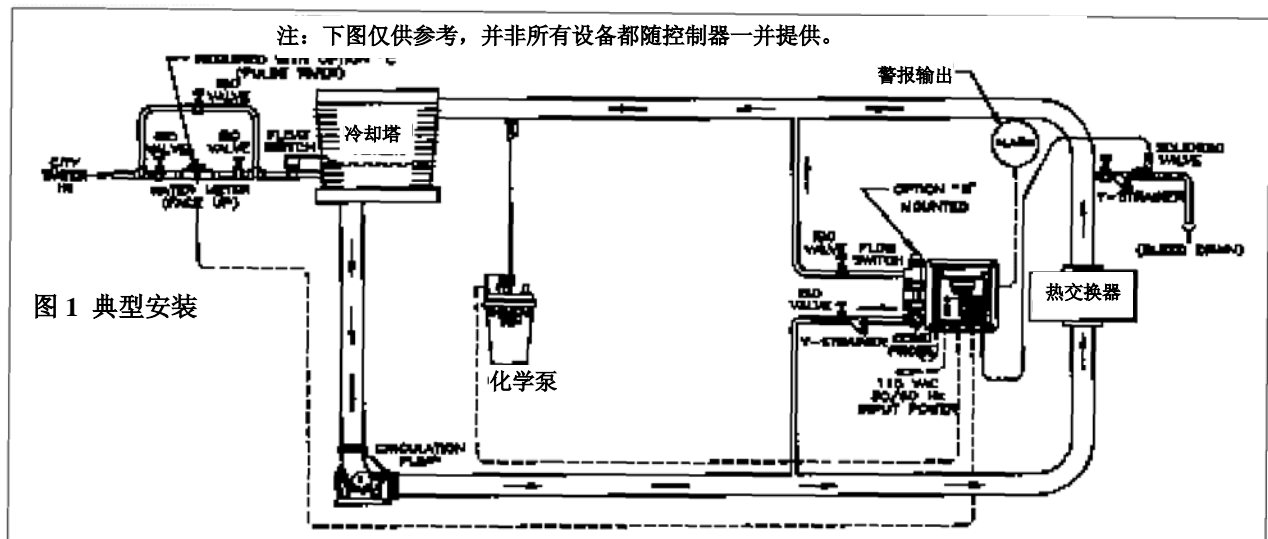

图 1 典型安装
1. 化学剂和水将在化学剂注入点处充分混合，传感器或取样流量装置应安装在化学剂注入点之前的某点。参见图 1。
5. 在流量装置的两端均应安装手动阀门，便于隔离或拆卸传感器和过滤网 (参见图 1)。
控制器必须根据安装图进行安装（参见图 1）。确保所有的配件和连接紧固。